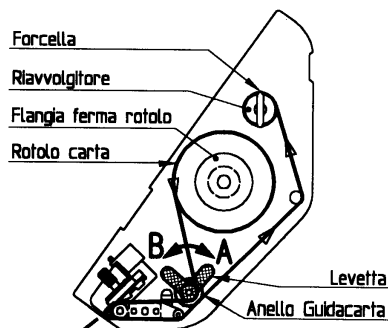
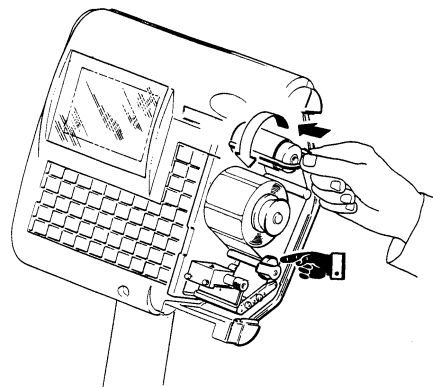
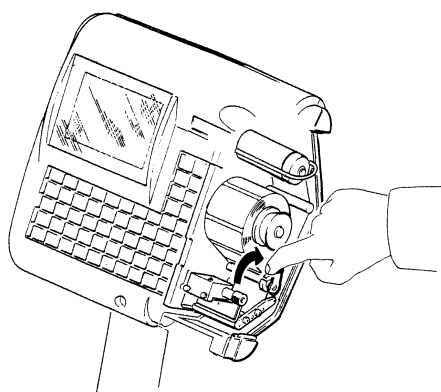
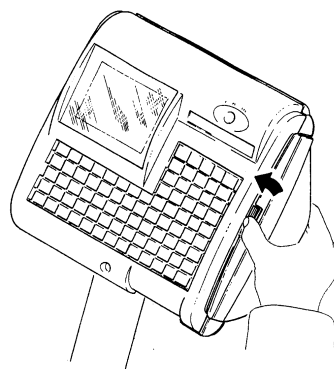

fig. 5
fig. 6
fig. 7
fig. 8
- Il rotolo deve essere posizionato nella stampante seguendo correttamente il percorso rappresentato in **fig.5**. Fissare con la forcina metallica la carta siliconata di supporto al riavvolgitore; ruotare quindi il riavvolgitore per recuperare la carta siliconata fino a tendere leggermente tutto il rotolo (**fig.6**). Ad ogni sostituzione del rotolo, controllare che l'anello guida carta sia posizionato in modo da mantenere il rotolo allineato con la fotocellula.
- Abbassare la testina di stampa come in **fig.7** ruotando in senso orario la levetta (riportandola in posizione "A" di **fig.5**). La bilancia è ora pronta per riprendere le operazioni di pesatura e stampa. Richiudere lo sportello facendo attenzione che si agganci correttamente al corpo macchina (**fig.8**).